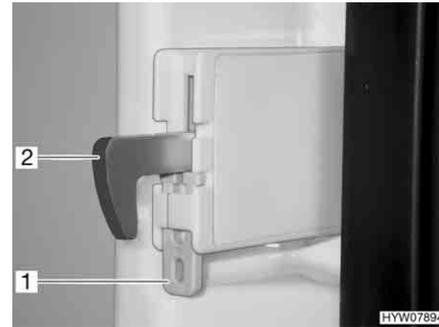

Bild 174 Fixierung Verriegelungshaken
- Die Fixierung (Bild 174,1) nach oben drücken. Der Verriegelungshaken (Bild 174,2) wird nach oben gedrückt und ist außer Funktion.
- Den Verriegelungshaken (Bild 174,2) nach unten drücken. Der Verriegelungshaken ist wieder in Funktion.